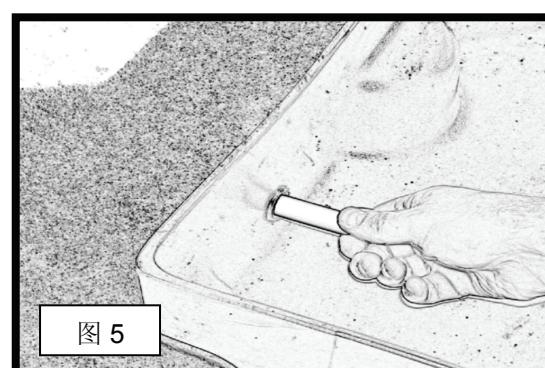

图 5
4) 所有密封环安放到位后，再将特氟纶管放置进第一个密封环内。将输送管的外径对准密封环的内径（见图 5）。要确保将足够长的输送管塞进密封环内，使它不至掉下来。